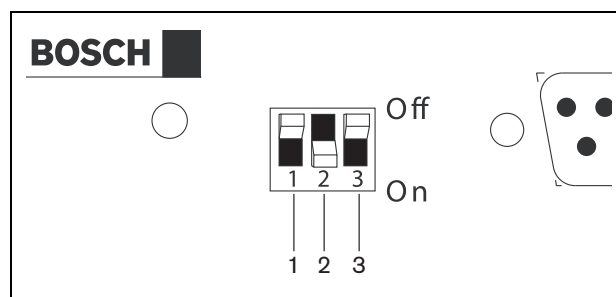

figura 5.2: Configuração da hora de Verão/Inverno
- 1 Localize os interruptores DIP no painel posterior (consulte a figura 5.2).